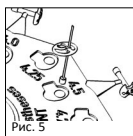

Рис. 5
■ **Рис.5** Протез TTP® VARIAC в соответствии с опреде-ленной ранее длин-ой (см. выше: Использование диска-измерителя) вводится в предусмотренное для этого углубление, имеющееся на диске-измерителе. Этот процесс должен осуществляться с помощью титаново-го пинцета (REF 8000 136), поставляемого по заказу.